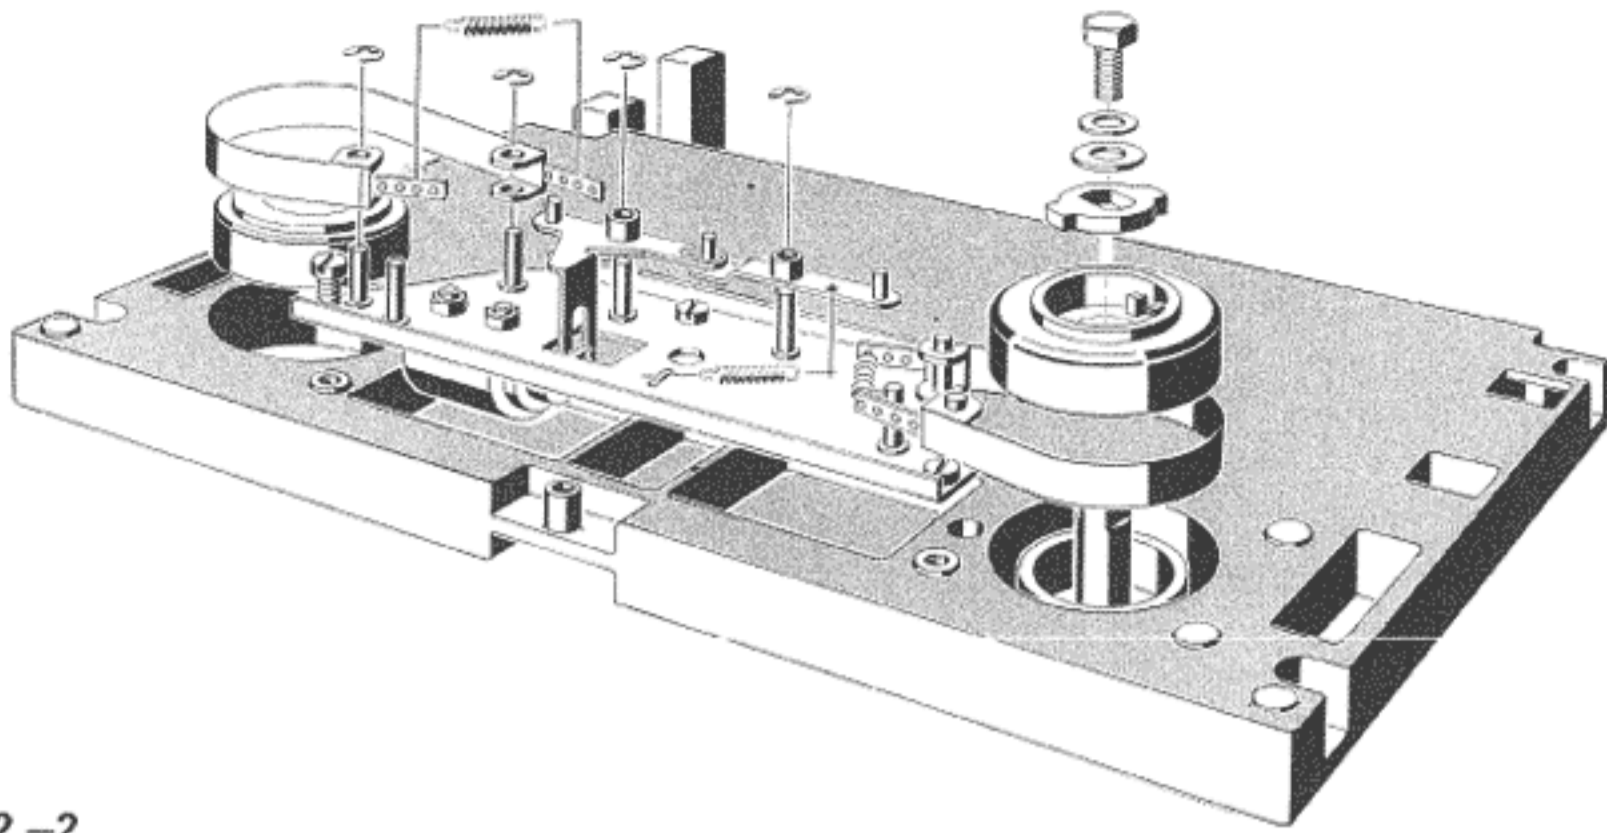

Fig. 4.2.-2
##### 4.2.1. Messung der Bremsmomente (Fig. 4.2.-1)
##### 4.2.1. Braking torque (fig. 4.2.-1)
##### 4.2.1. Mesure du moment de freinage (fig. 4.2.-1)
**4.2.2. Einstellen der Bremsen (Fig. 4.2.-2)**
**4.2.2. Adjustment of braking torque (fig. 4.2.-2)**